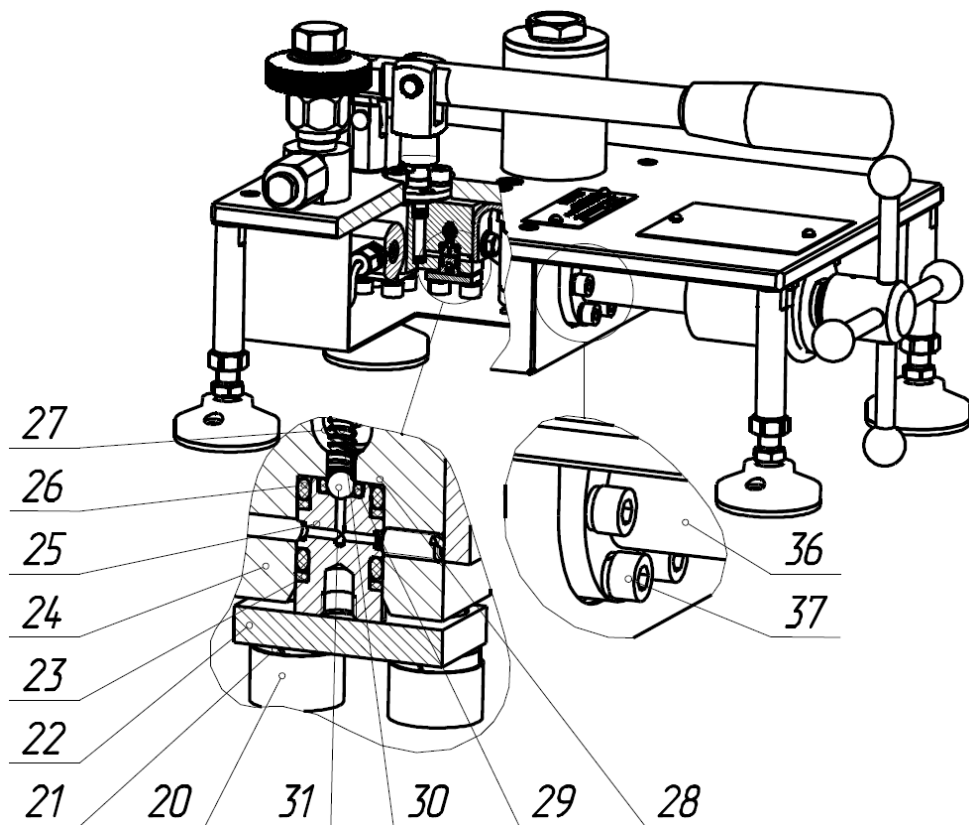

Рисунок 3 – Устройство элементов гидропресса П-70-К
Устройство гидропресса и схема его работы показаны на рисунках 1, 2, 3, 4. На плите (поз. 1) закреплены насос Н (поз. 3) (устройство насоса и входящего в него клапанного блока показано на рисунке 3), вентиль В (поз. 36, рис. 3), штуцеры (поз. 5, 6) для подсоединения поверяемого и эталонного приборов, емкость для рабочей жидкости (поз. 10), закрытую пробкой (поз. 11). Насос, вентиль, штуцеры, емкость соединены между собой трубопроводами С внешней стороны плиты выведен маховик вентиля В (поз. 14) с рукоятками (поз. 13) и рукоятка насоса (поз. 12). На штуцер (поз. 6) накручена муфта М20х1,5 (поз. 7) и маховик (поз. 8), служащие для подсоединения поверяемого прибора к штуцеру (поз. 6). Заглушка (поз. 9) предохраняет штуцер от загрязнения, когда гидропресс не эксплуатируется при его транспортировании и в технологических щелях. Штуцер М12х1,5 (поз. 5), предназначен для подсоединения модуля давления при работе с калибратором или коллектора К2-70-К при работе с образцовым манометром. Штуцер так же предохраняется пробкой (поз. 4) от загрязнения. Пробка (поз. 11), закрывая емкость (поз. 10), предотвращает вытекание рабочей жидкости из гидропресса. При работе с гидропрессом емкость (поз. 10) должна быть в открытом состоянии. На наружной поверхности плиты крепятся табличка (поз. 18) и шильдик (поз. 17). На шильдике (поз. 17) приведена схема гидропресса и порядок действий при работе с гидропрессом. К плите (поз. 1) крепится защитный короб (поз. 2), стойки (поз. 15) и ножки (поз. 16). Для подсоединения коллектора К2-70-К к гидропрессу П-70С-К используется соединительный рукав (на рисунке не показан). Для подсоединения приборов к выходным штуцерам коллектора К2-70-К и гидропресса (поз. 6) с резьбой М12х1,5 в комплекте гидропресса имеются переходные штуцеры (на рисунке не показаны).
– взять шестигранник S5 (поставляется в комплекте) и подтянуть винты (поз. 37, рис. 3);
– вывернуть 8 болтов (поз. 20, рис. 3) (по 4 болта на каждом клапане);
- снять пластину (поз. 22, рис. 3);
- из корпуса насоса Н (поз. 24, рис. 3) вытащить седло клапана (поз. 25, рис. 3) с использованием приспособления В.193/15-р-М4х16, поставляемого в комплекте с гидропрессом
- заменить кольцо 003-005-14-25 (поз. 29, рис. 3) из комплекта ЗИП;
- заложить седло клапана (поз. 25, рис. 3) в корпус насоса (поз. 24, рис. 3);
- поставить пластину (поз. 22, рис. 3);
- завернуть болты (поз. 20, рис. 3) до упора в корпус насоса (поз. 24, рис. 3);